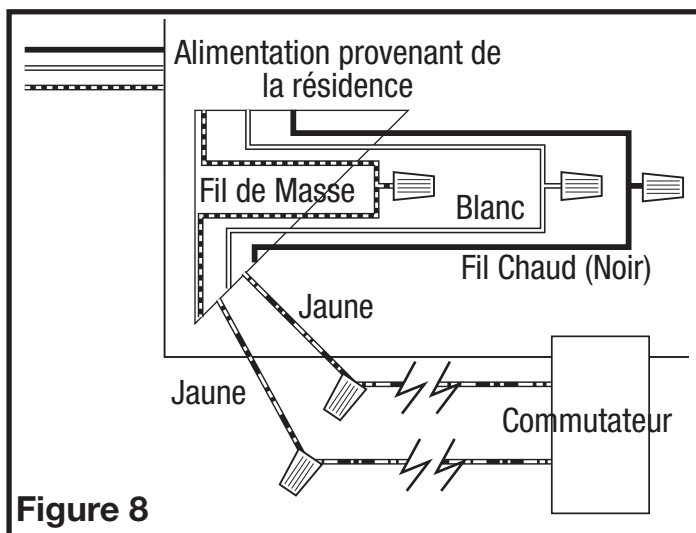

**Figure 7**
- 1b. Compartiment de Câblage Intérieur: Enlever les trois vis retenant en place l'assemblage de la soufflante et soulever pour sortir l'assemblage hors du châssis (Figure 6). Enlever la vis (ou les vis) du couvercle du compartiment à câblage et mettre ce couvercle dans un endroit fiable (Figure 7).